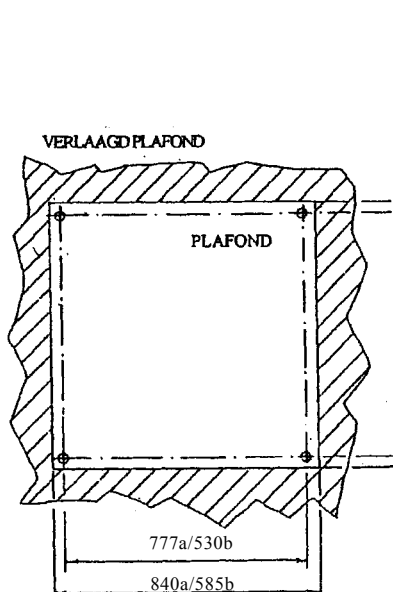

Fig. 3
- Maak in een verlaagd plafond een vierkant gat van 840 mm x 840 mm (F505) en 585 mm x 585 mm (F202) (fig. 3), met gebruikmaking van de bijgeleverde kartonnen mal.